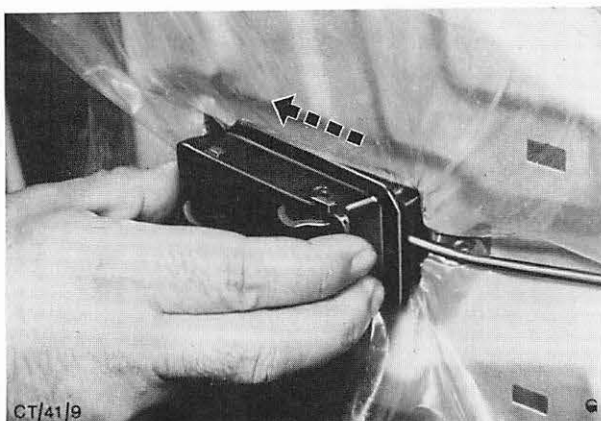

Abb. 34 Türöffnungshebel innen aus dem Ausschnitt im Türinnenblech herausnehmen
3. Türöffnungshebel innen ausbauen. Abb. 34.